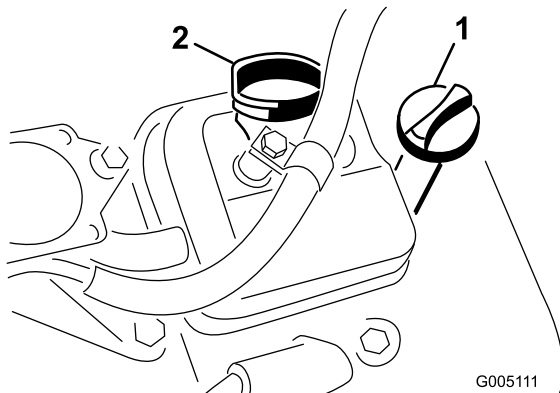

Figura 24
2. Svitare l'asta di livello ed asciugatela con un panno pulito. Avvitare l'asta nel tubo e verificare che sia fissata saldamente (Figura 24).